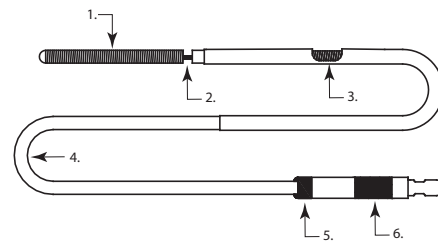

Abbildung 1
2. Schieben Sie den ablösbaren Axiom™ Prime Coil langsam aus der Einführschleuse in die Handfläche Ihrer behandschuteten Hand vor und kontrollieren Sie ihn auf mögliche Auffälligkeiten im Bereich des Coils oder der Ablösezone. Aufgrund der potenziellen Risiken von Auffälligkeiten sollte eine optische Kontrolle erfolgen. Sollten Auffälligkeiten vorliegen, muss der Coil durch einen neuen ablösbaren Axiom™ Prime Coil ersetzt werden (siehe Abbildung 1).